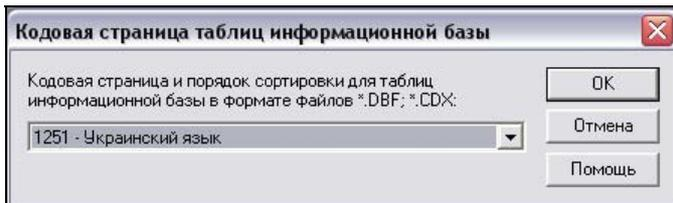

Рис. 5.33. Установка кодовой страницы и порядок сортировки ИБ
3. Откроется окно с текущей кодовой страницей информационной базы (ИБ) (рис. 5.33).